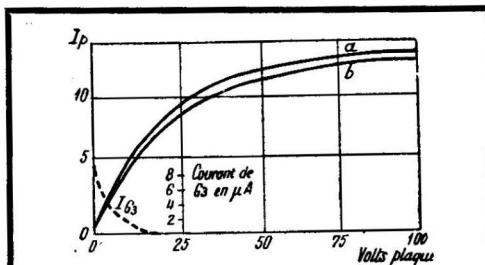

Fig. 3. — Caractéristique d'une pentode.
La grille G_1 est à la cathode ; G_2 à + 102 volts. On obtient la courbe de la figure 3 a dans le cas où la grille G_3 est à la cathode et la courbe 3b si la grille G_3 est en l'air (le courant dans G_3 est indiqué dans la courbe en pointillé). Les deux courbes montrent que le courant anodique varie peu avec la tension de la grille suppressive (2) et il n'y a pas d'effet d'émission secondaire.